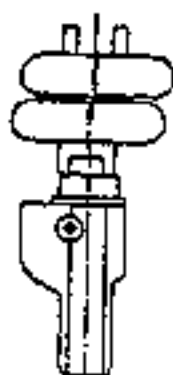

Рис. 1
1.1 Нижний несущий профиль устанавливают на парапет балкона Рис.1, отступая от вертикальных стен по 15 мм (для установки пристеночного профиля). Закрепляют с помощью анкерных болтов (если крепление производится в бетон), резьбовых винтов или саморезов (если крепление производится к металлическим конструкциям). При этом нужно учитывать предписанное минимальное расстояние от края балконного парапета до элементов крепежа (расстояние берется из технической документации конструкции данного строительства).
Вместо цапфы арт.20670 устанавливаются цапфа арт.20670-1. Верхняя поворотно-роликовая система собирается без изменений в соответствии с Рис.1, 2.